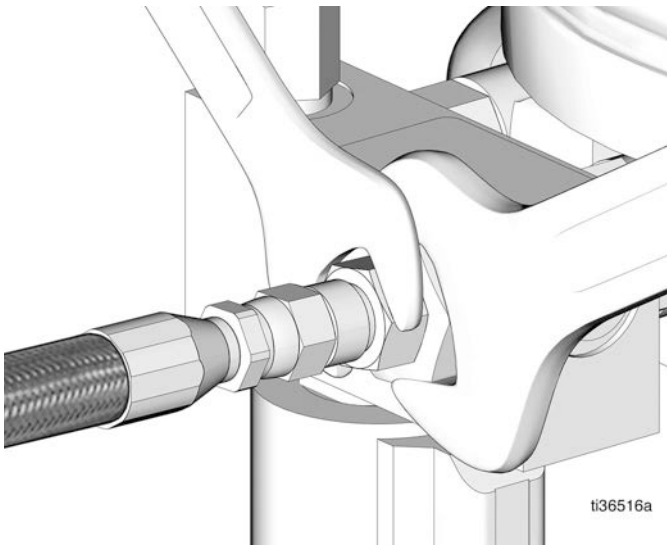

FIG. 3
3. Déconnectez la conduite principale de la sortie de la pompe (FIG. 3).